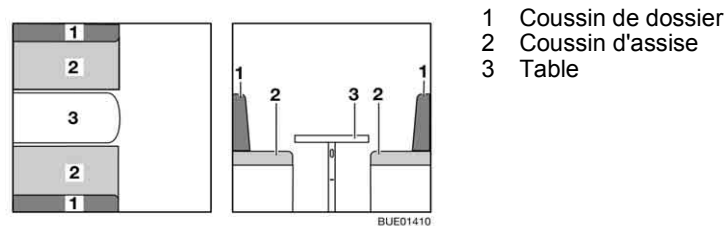

Fig. 115 Avant la transformation
- Convertir la table (Fig. 115,3) en sommier de lit (voir paragraphe 6.12).
- Retirer les coussins de dossier (Fig. 115,1)
- Tirer un coussin d'assise (Fig. 115,2) sur la table.